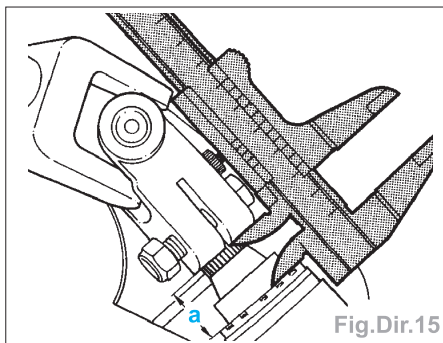

Fig.Dir.15
- Position de montage du tube de direction central (Fig.Dir.15) :